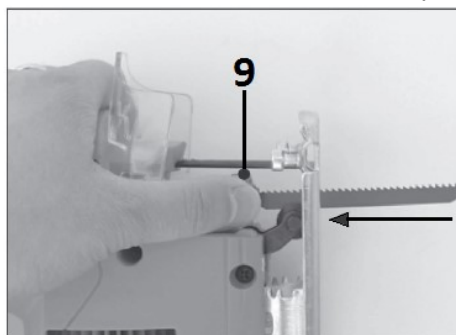

Рисунок 2
- Вставить пилку в гнездо до упора (Рис.2).